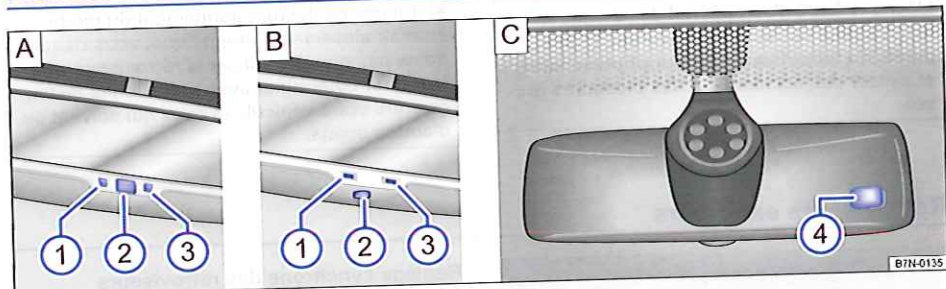

Fig. 96 Sur le pare-brise : rétroviseur intérieur photosensible.
Légende de la fig. 96 :
- ① Témoin de contrôle
- ② Commande
- ③ Dispositif de détection de l'incidence de la lumière venant de l'arrière.
- ④ Commande de détection de l'incidence de la lumière venant de l'avant.
Vous pouvez activer et désactiver la position nuit automatique à l'aide de la commande intégrée au rétroviseur intérieur $\Rightarrow$ fig. 96 A ② ou $\Rightarrow$ fig. 96 B
②. Lorsque le mode antiéblouissement automatique est activé, le témoin de contrôle A ① ou B ① s'allume.
- Un capteur dirigé vers l'habitacle, qui mesure l'incidence de la lumière venant de l'arrière $\Rightarrow$ fig. 96 A ③ ou $\Rightarrow$ fig. 96 B ③.
- Un capteur dirigé vers le pare-brise qui mesure l'incidence de la lumière venant de l'avant $\Rightarrow$ fig. 96 C ④.